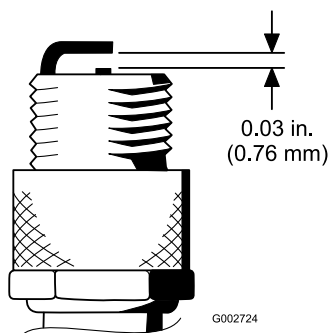

图30
4. 将中心电极与侧电极之间的气隙设置为 0.76mm；请参阅图30。安装已设定正确气隙、带密封垫片的火花塞，并将火花塞拧紧至 23N•m。如果没有使用扭矩扳手，请牢固拧紧火花塞。